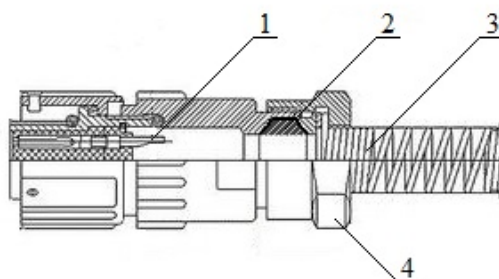

Рис. 10. Розетка FQ18-7ZJ-S
2.2.9.2 При подключении блоков детектирования БД-6, предназначенных для работы в тяжелых условиях, необходимо обратить особое внимание на обеспечение водонепроницаемости розетки FQ18-7ZJ-S. При монтаже следует использовать кабель с наружным диаметром от 7 до 10 мм. Провод, пропущенный через пружинный амортизатор (3) (см. рис. 10) и резиновую втулку (2), припаивается к контактам (1) и плотно затягивается гайкой (4) до упора. После этого разъем подключается к блоку детектирования и закрывается резиновой манжетой. В целях устранения попадания стекающей воды по кабелю под резиновую манжету рекомендуем проводить кабель к блоку детектирования снизу.